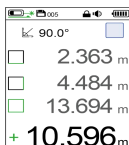

Figura 5 Segunda zona medida
Paso 3: Repita el paso 1 para medir la segunda área, y el resultado se muestra en la Figura 5;